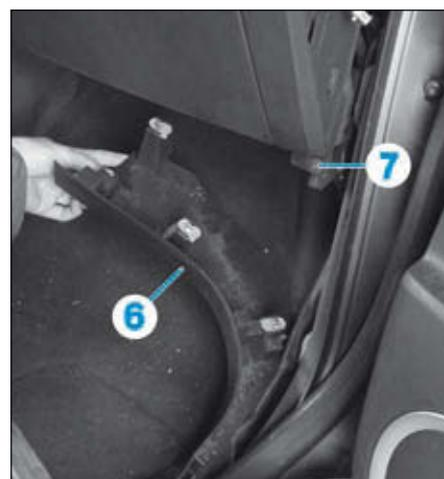

FIG.15
- Dégrafer et déposer le cache (6) (Fig.15).
- Déposer la vis (7).